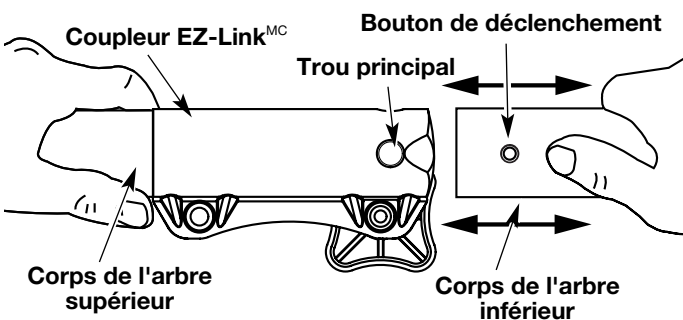

Fig. 7
2. Tenez fermement l'accessoire et enfoncez-le tout droit dans le coupleur EZ-Link^{MC} (Fig. 7).